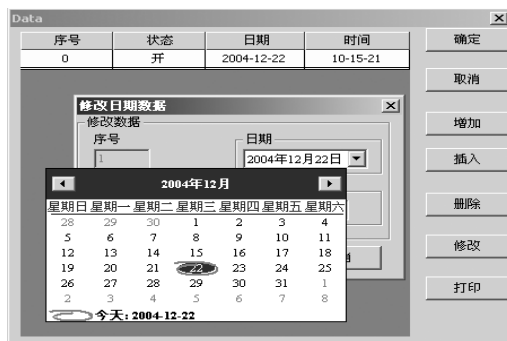

图 3.23 增加一个时间
🔧 增加：当您需要增加一个时间时，请点击“增加”按钮，出现对话框，如图 3.23 所示，用鼠标点选开关设置的状态 ON/OFF, 然后设置开关的日期和时间，再点击“确认”按钮，即可增加一条时间记录。
在此需要指出的是 QUICK II 为您提供了最佳的日期设定方式，您只需用鼠标点击一次日期栏右边的下翻箭头，即出现一张万年历图表，如图 3.23 所示，您可在该万年历上任意选择您要设定的日期，点击确认后，即可完成日期的设定。所以，FAB 可实现的控制是实时的，而且是没有限定的。
- ✎ 插入：当您需要在已有的时间设定组合中，某个时间前插入一个时间时，请先将光标置于该时间上，点击“插入”按钮，出现对话框如图3.23所示，用鼠标点选开关设置的状态 ON/OFF，然后设置开关的时间和日期，再点击“确认”按钮，设定完毕。
- ✎ 修改：当您想修改某个时间时，请先将光标置于该条时间记录上，然后点击“修改”按钮，随之出现类似于图 3.23 的时间设定画面，重新设定开关状态、日期和时间后，点击“确认”按钮，即可修改该条时间记录。